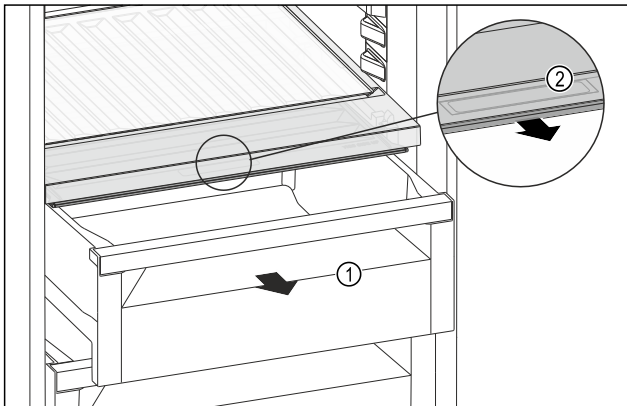

Fig. 210
- ▶ Извлеките выдвижной ящик Fig. 210 (1).
- ▶ Возьмитесь за утопленную ручку Fig. 210 (2) на крышке отделения и одновременно потяните крышку отделения вперед.